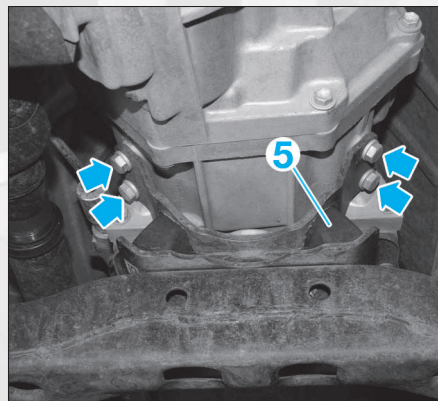

FIG. 3
- Déposer la traverse (2), pour cela :
- déposer les vis de fixation (3) du support arrière.
- déposer les 4 vis (4) de la traverse.
- Déposer le silentbloc (5) de support arrière (fig. 3).